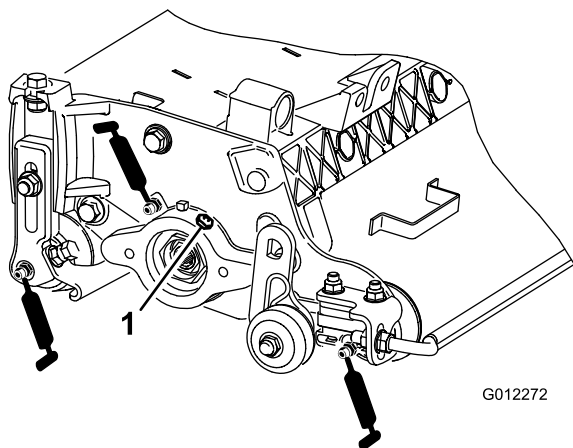

図 8
1 台のバーチカッターに 6 か所のグリスポイントがありますから 図 8、1 週間ごとにそれぞれのポイントに No.2 リチウム系汎用グリスを補給してください。
2. きれいなグリスがローラのシールやベアリングの逃がしバルブからはみ出してくるまでグリスを注入する 図 8。